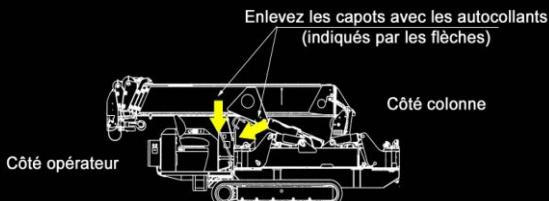

Figure 1 Capots à enlever
1. Enlevez les capots aux 2 endroits indiqués sur la Figure 1.